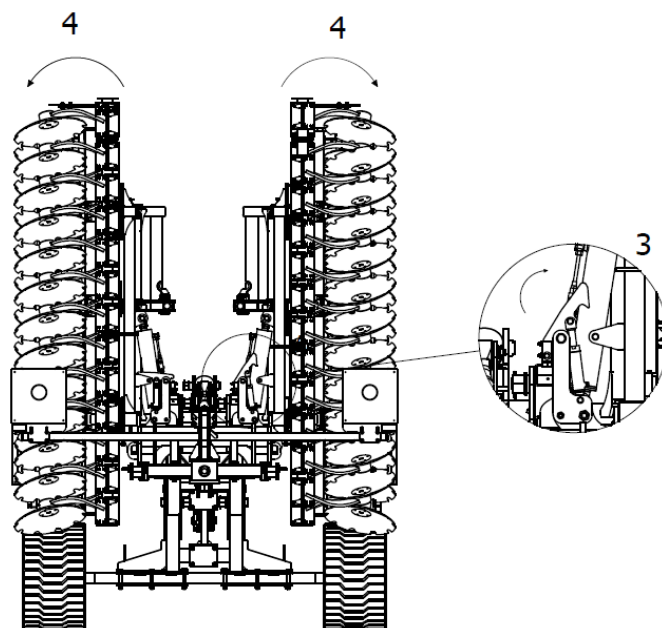

Fig. 7 Étapes du dépliage de la machine : 3 — crochet du verrouillage hydraulique décroché 4 — les bras se déplient (« s'ouvrent »).
3. Ensuite, s'assurer que le crochet du verrouillage hydraulique permettra le déverrouillage des bras latéraux et les déplier (« ouvrir ») entièrement. (fig. 7).